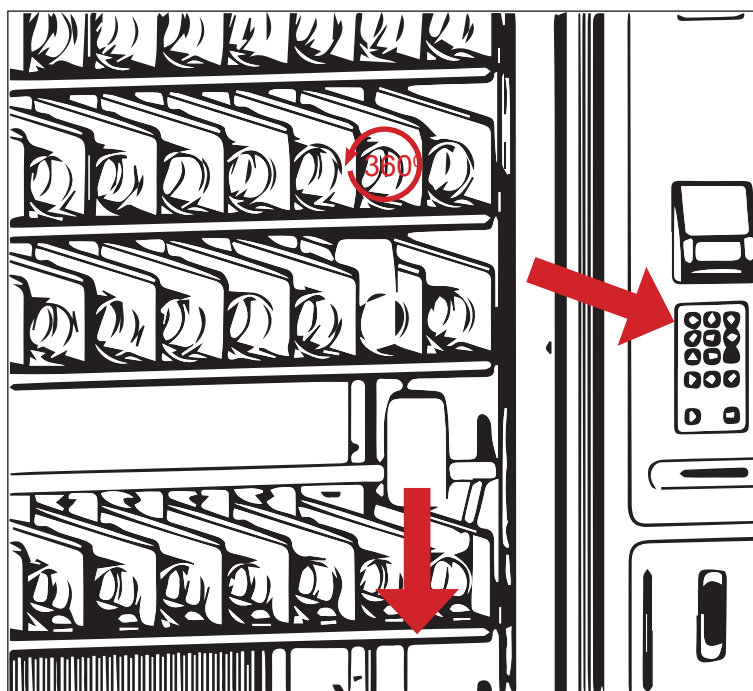

Рисунок 1 - Принцип работы
4. Электродвигатель, приводящий в движение спираль ячейки с выбранным товаром делает один полный оборот на  $360^{\circ}$ , подавая товар в лоток выдачи (см.рис.1);